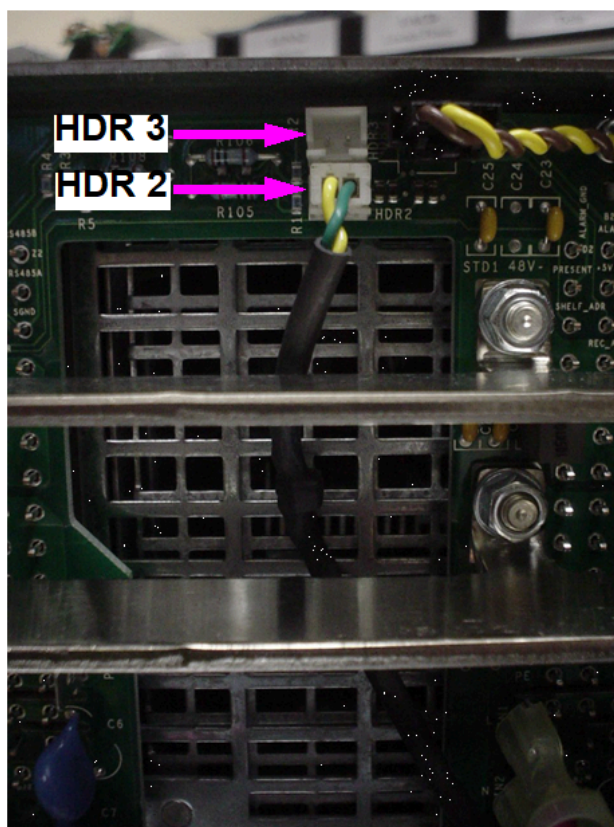
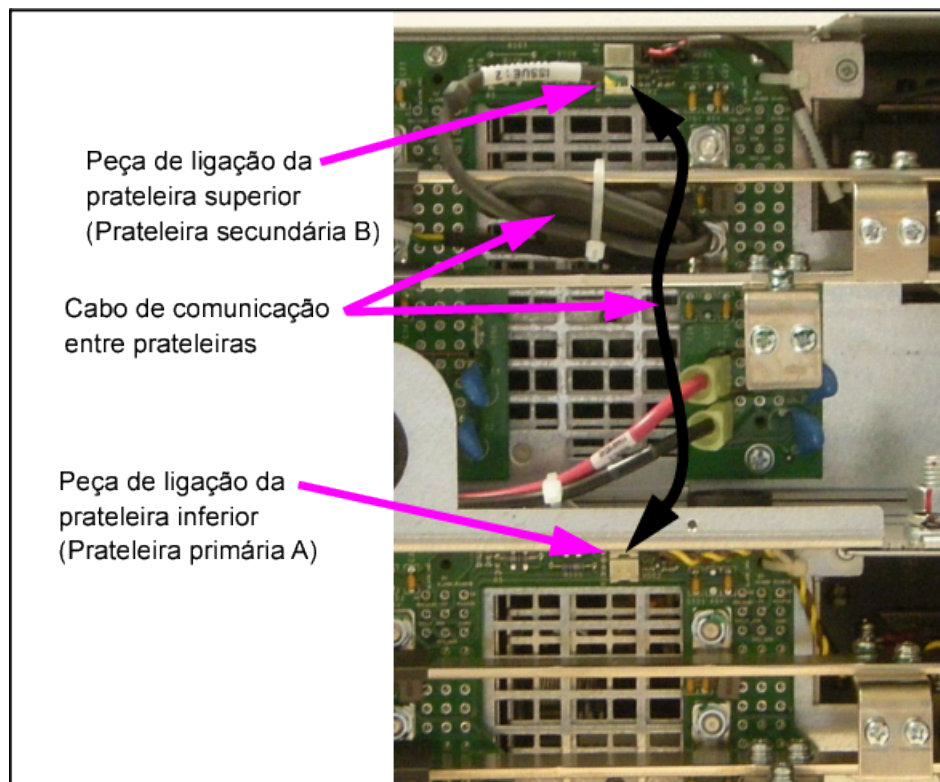

Figura 165: Peças de ligação de referência HDR2, HDR3
Figura 171: Comunicação entre prateleiras (vista traseira)
HDR3	Ligação entre a prateleira primária A e a prateleira secundária B (consulte Figura 165: Peças de ligação de referência HDR2, HDR3 na página 182)
HDR2	Ligação entre a prateleira secundária B e a prateleira primária A (consulte Figura 165: Peças de ligação de referência HDR2, HDR3 na página 182)
O controlador Pulsar comunica com cada rectificador através do barramento de comunicação de dados em série. Nos sistemas de duas prateleiras, sendo ilustrada a prateleira primária (A) em baixo, ligar a interligação de prateleira para prateleira a partir da peça de ligação HDR2 da prateleira secundária (B) no topo, para a peça de ligação HDR3 da prateleira primária (A) em baixo. (consulte Figura 165: Peças de ligação de referência HDR2, HDR3 na página 182 e Figura 171: Comunicação entre prateleiras \(vista traseira\) na página 188). O cabo prateleira para prateleira é fixado à prateleira secundária (B), peça de ligação HDR2, de fábrica. O cabo deve ser enrolado e fixado com uma braçadeira de cabos.